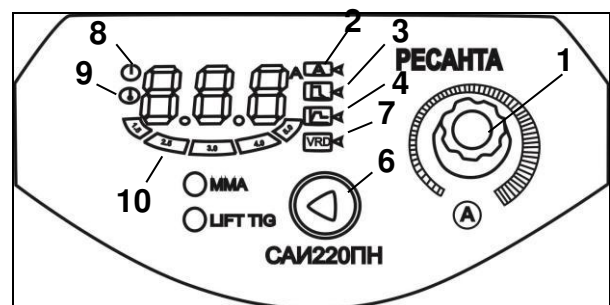

Рис.3 Элементы управления дисплеем САИ-220ПН и САИ-250ПН
6. Кнопка переключения между режимами MMA и Tig Lift (рис.3) (модели САИ-220ПН и САИ-250ПН).
7. Индикатор функции VRD – в моделях САИ-160ПН и САИ-190ПН VRD работает автоматически. В моделях САИ-220ПН и САИ-250ПН с помощью переключателя 1 (рис. 3) можно вкл./откл режим в зависимости от технологических задач.